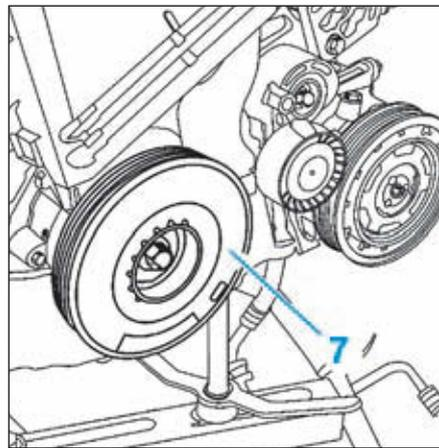

FIG.8
- Déposer la poulie de vilebrequin (7) (Fig.8).